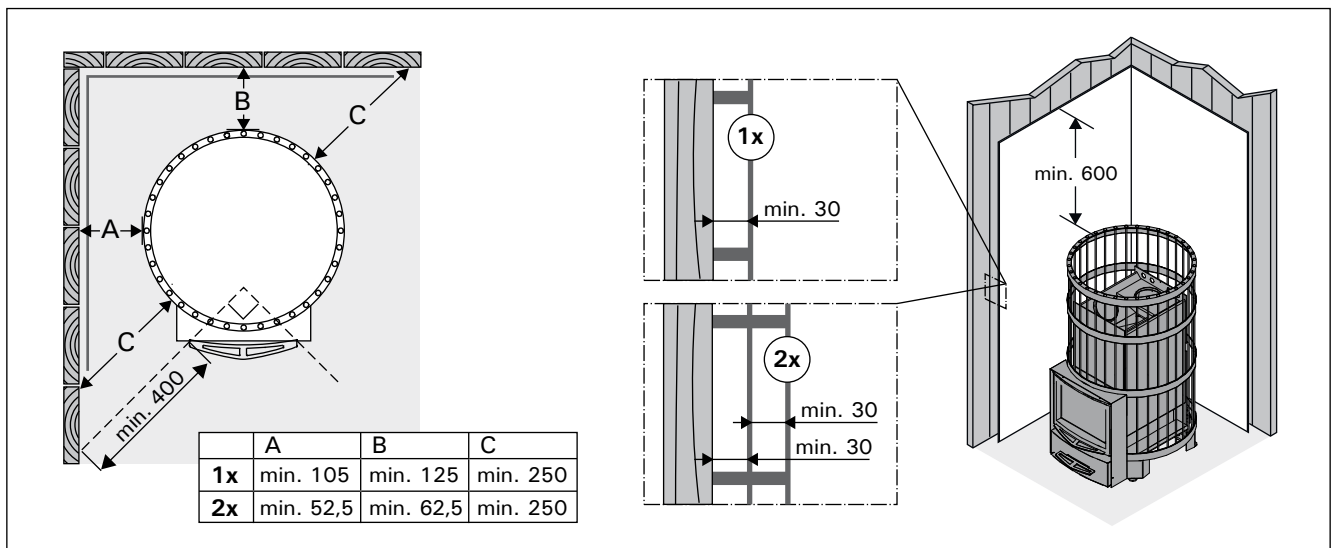

Рисунок 9. Защитные покрытия (все размеры приведены в миллиметрах)
- Одинарное защитное покрытие (рисунок 9: 1x) допускается изготавливать из негорючих плит из фиброцемента (минеральная плита) с минимальной толщиной 7 мм или листового металла толщиной не менее 1 мм.
- Двойное защитное покрытие (рисунок 9: 2x) можно изготовить из двух плит, указанных выше.